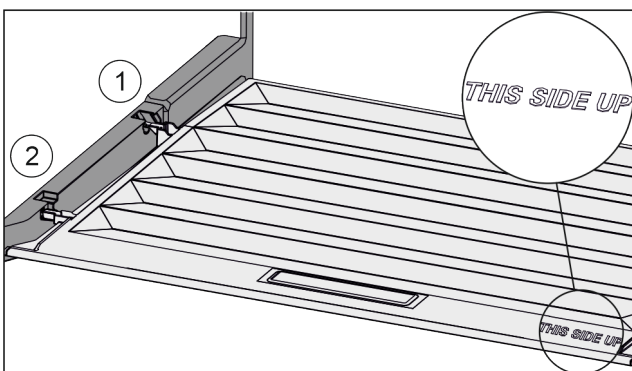

Fig. 47
- ▶ Dekselranden via de opening van de achterste houder Fig. 47 (1) aanbrengen en van voren in de houder Fig. 47 (2) klikken.